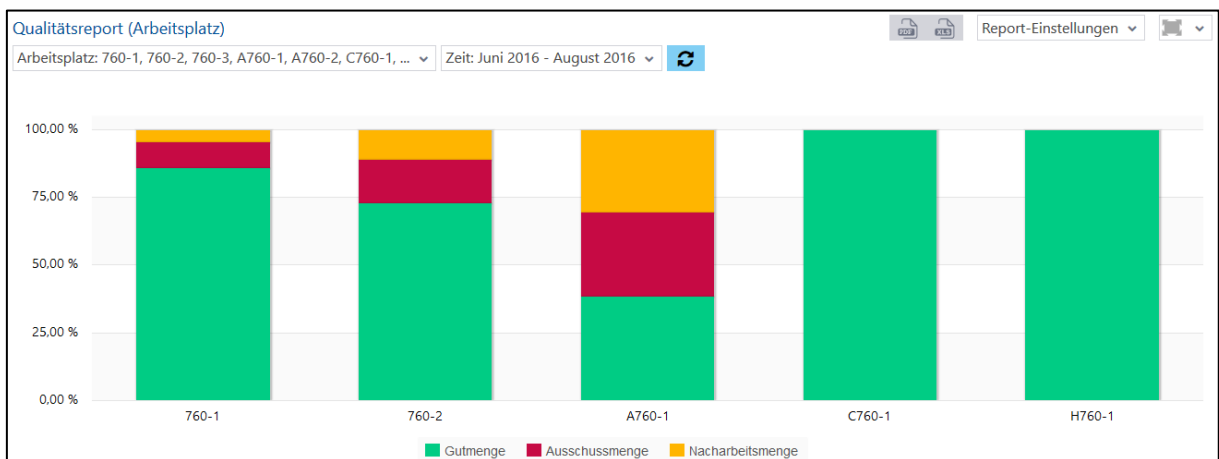

Bild 97: Qualitätsreport (Arbeitsplatz) als Säulendiagramm
- Qualitätsreport (Arbeitsplatz) als Säulendiagramm (Bild 97):